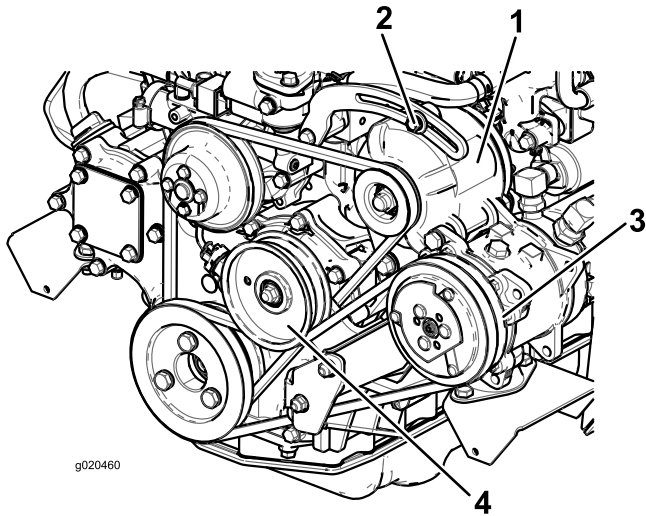

Рисунок 71
Если прогиб не равен 10 мм, ослабьте болты крепления генератора (Рисунок 71).
2. Для установки величины отклонения 10 мм ослабьте болт крепления натяжного шкива (Рисунок 71).